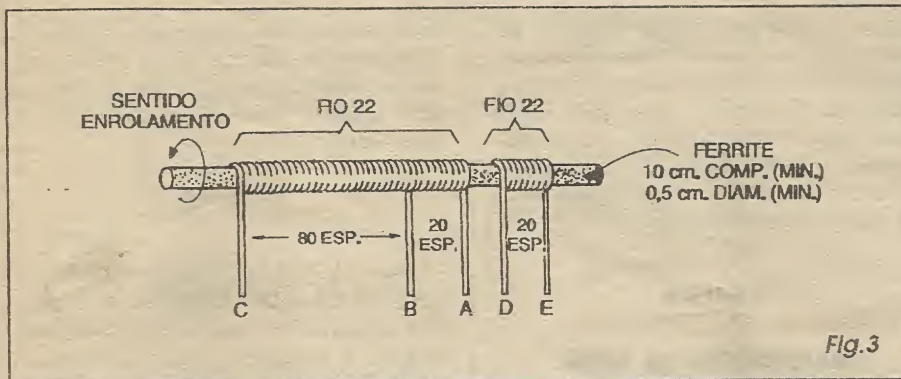
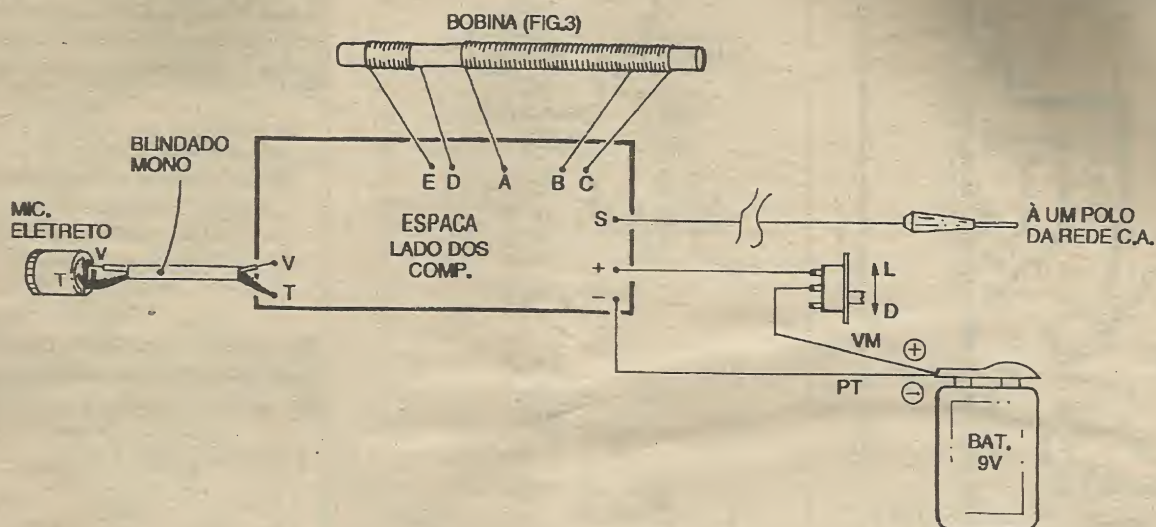

Fig. 3
Fig. 5
- FIG. 5 - CONEXÕES EXTERNAS À PLACA - No diagrama, o impresso continua visto pela sua face não cobreada, porém agora mostrando especificamente as ligações e componentes que ficam *fora* da placa... Embora todas muito simples, exigem uma certa atenção: a polaridade da alimentação, sempre com o fio **vermelho** indicando o **positivo** (ao ponto (+) da placa...) e o fio **preto** codificando o **negativo** (ao ponto (-) da placa...), a identificação dos terminais **vivo (V)** e **terra (T)** do microfone de eletreto, e suas respectivas ligações aos pontos V-T da placa, via cabo blindado mono, curto (no qual o condutor central representa o **vivo**, enquanto que a malha indica o **terra**...). O fio de saída (ponto S) vai ao plugue *banana* para conexão a um dos polos da tomada C.A., conforme detalhes mais adiante... O principal ponto a ser observado nas conexões externas, contudo, refere-se às ligações da bobina (rever FIG. 3), cuja identificação de terminais deve ser rigorosamente respeitada quanto aos fios A-B-C-D-E-F e correspondentes pontos da placa... É importante que a fiação entre bobina e placa fique tão curta quanto o permitirem as soldagens e acomodações gerais, de modo que a bo-